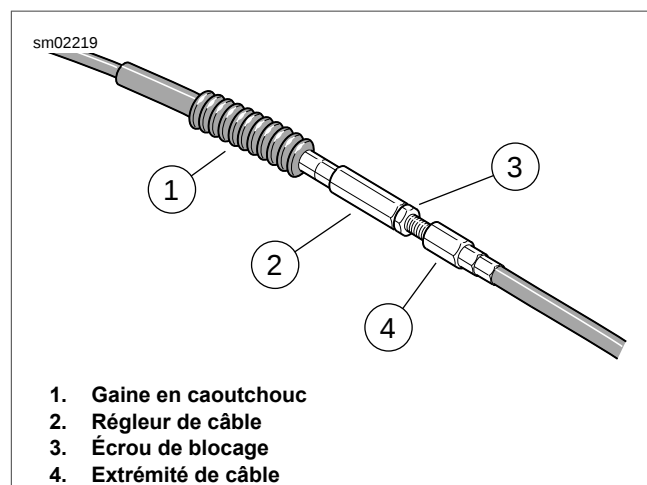
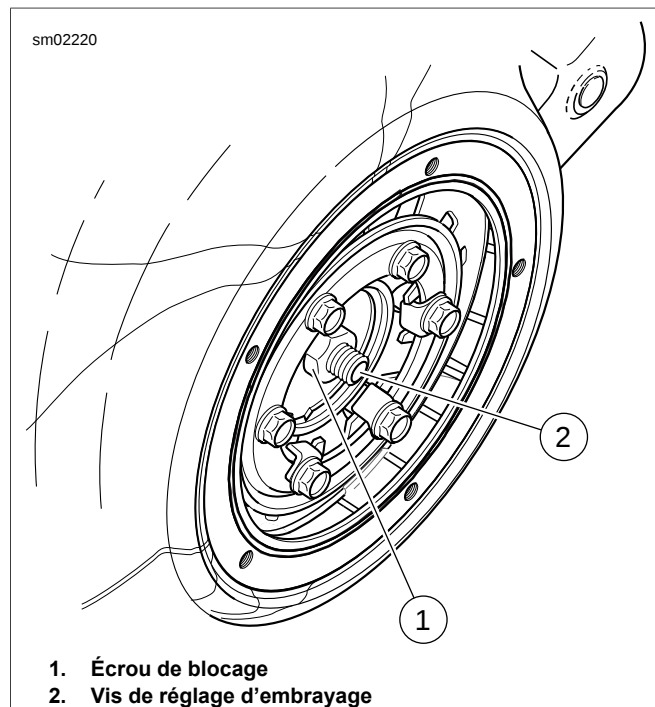

Figure 1-20. Régleur du câble d'embrayage
Figure 1-21. Vis de réglage d'embrayage
4. Voir Figure 1-20. Donner du jeu au câble :
- a. Faire glisser la gaine en caoutchouc (1) hors du régleur de câble.
- b. En immobilisant le régleur de câble (2) avec la clé, desserrer l'écrou de blocage (3) à l'aide d'une autre clé.
- c. Tourner le régleur de câble (2) jusqu'à ce qu'un jeu important soit présent au niveau du levier de guidon d'embrayage.
5. Voir Figure 1-21. Desserrer l'écrou de blocage (1) sur la vis de réglage d'embrayage (2). Pour éliminer le jeu, serrer la vis vers l'intérieur (dans le sens horaire) jusqu'à ce qu'elle soit légèrement installée. Actionner le levier d'embrayage pour vérifier que les billes sont installées dans les rampes.